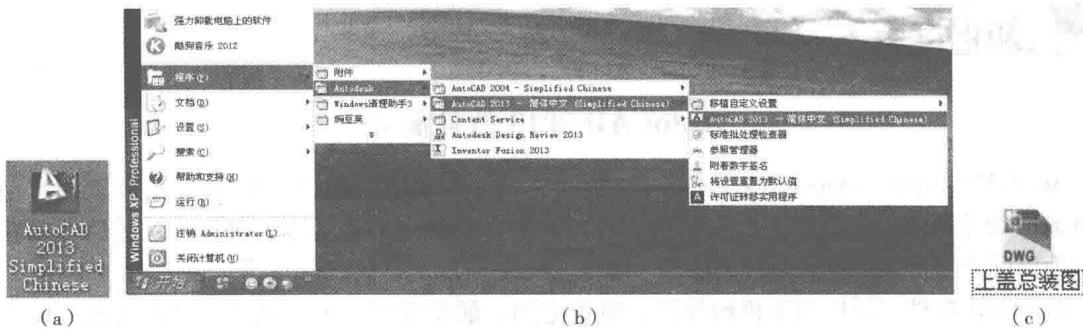

图 1-1 启动 AutoCAD 2013
- 桌面快捷方式图标：安装 AutoCAD 2013 时，会在桌面上放置一个 AutoCAD 2013 的快捷方式图标，双击该图标即可启动 AutoCAD 2013，如图 1-1 (a) 所示。
- “开始”菜单：依次选择“开始”→“程序”→Autodesk→AutoCAD 2013 - (Simplified Chinese)→AutoCAD 2013 命令，如图 1-1 (b) 所示。
- 双击已经存在的 AutoCAD 2013 图形文件 (*.dwg 格式)，如图 1-1 (c) 所示。